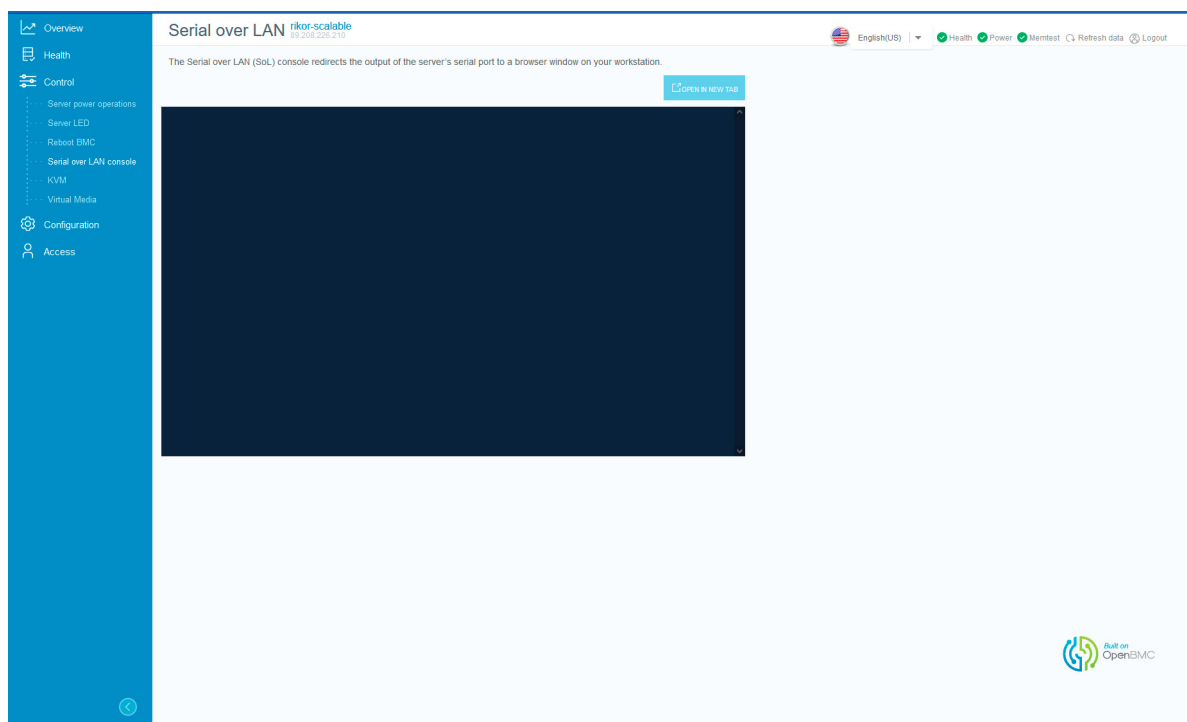

Рис. 75. Окно «Serial over LAN»
- 5) Пройдите во вкладку «Control» → «Serial over LAN» в данной вкладке осуществляется перенаправление выходных данных последовательного порта сервера в окно браузера вашей рабочей станции. Окно показано на рис. 75 Окно «Serial over LAN»